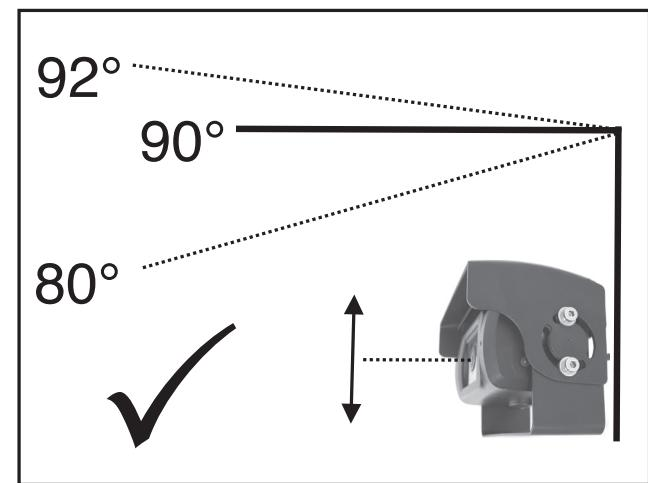

Figure 3
La caméra n'est pas adaptée pour le montage en suspension. La caméra doit être installée de manière fixe comme le montre la figure 3.
- Desserez légèrement les vis de fixation des deux côtés (figure 1, point 8) pour ajuster l'angle d'inclinaison de la caméra. Lors de cette opération, assurez-vous que le cache de protection de la caméra (obturateur) puisse être déplacé librement. Une fois que vous avez ajusté la caméra, serrez de nouveau les vis des deux côtés. Veuillez également tenir compte de la figure 3.